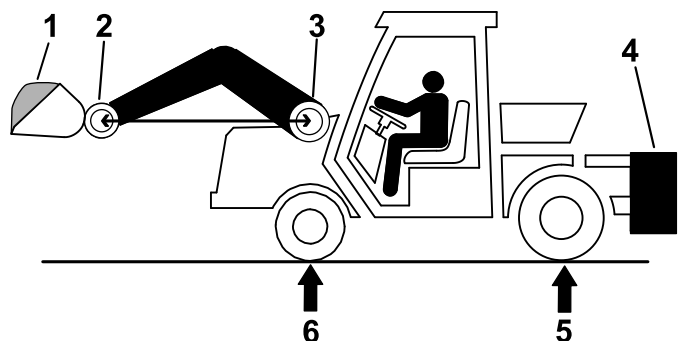

図 32
1. バケットに目いっぱい荷を入れ、バケットを、図 32のように前方一杯の位置まで移動させる。
2. バケットのピボットピンがブームのピボットピンの高さと同じになるまでローダを上昇させた状態で、前後のアクスルで車両総重量 GVW の測定を行う 図 32。
注 R が所定の後アクスル重量 RRAW よりも小さい場合には、バラストは不要 図 32。